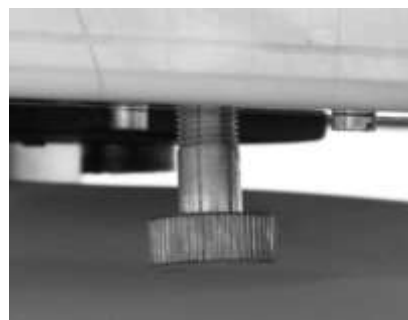

Abb. 1: Einstellschraube für den Pumpendruck
7. Die Einstellung des Pumpendrucks erfolgt über die Einstellschraube an der Unterseite der Maschine (Abb. 1).